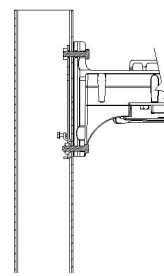

FIGURA 4
- Instale el perno de 3/8, la arandela de seguridad y la arandela debajo del brazo como se muestra y apriete en la tuerca placa. (Consulte la Figura 4).
- Instale el perno de 3/8, la arandela de seguridad y la arandela debajo del brazo como se muestra y apriete en la tuerca placa (Consulte la Figura 4).